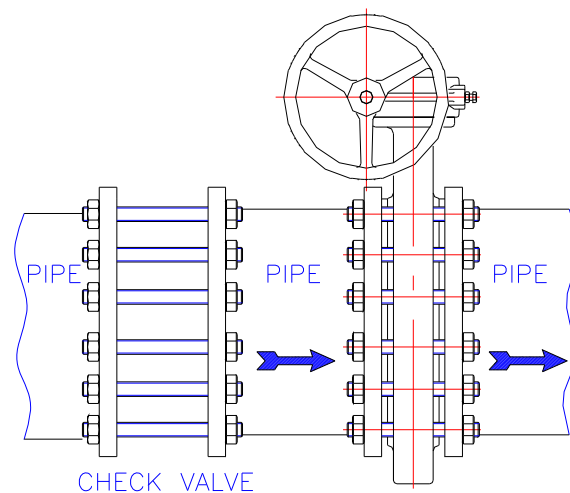

Fig.8
- 7.8 阀门装置于管路时应避免与双瓣逆止阀直接相接，应在中间加装一短管，以避免阀瓣与双瓣逆止阀之阀瓣干涉。(Fig.8)